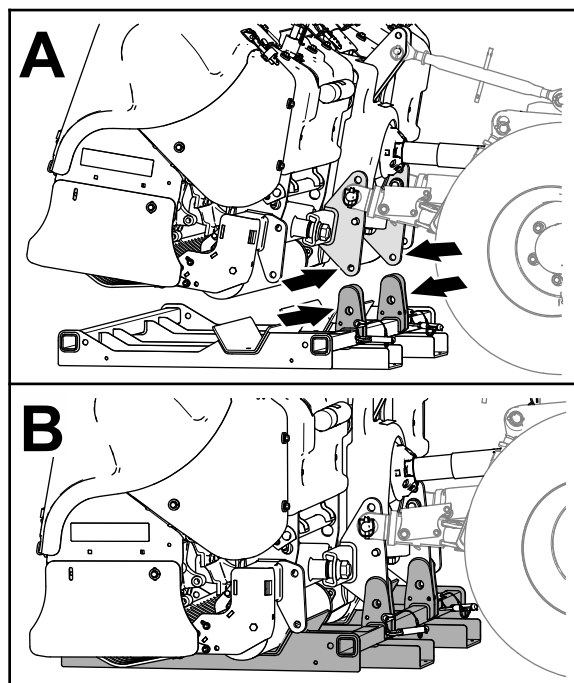

図 45
1. 保管用スタンドのサポートプレートを、機体のヒッチフレーム上のスタンドブラケットに合わせる 図 45。
2. 保管用スタンドに機体を降ろす。スタンドの穴とヒッチのスタンドブラケットの穴とを揃えるようにして降ろす 図 45。